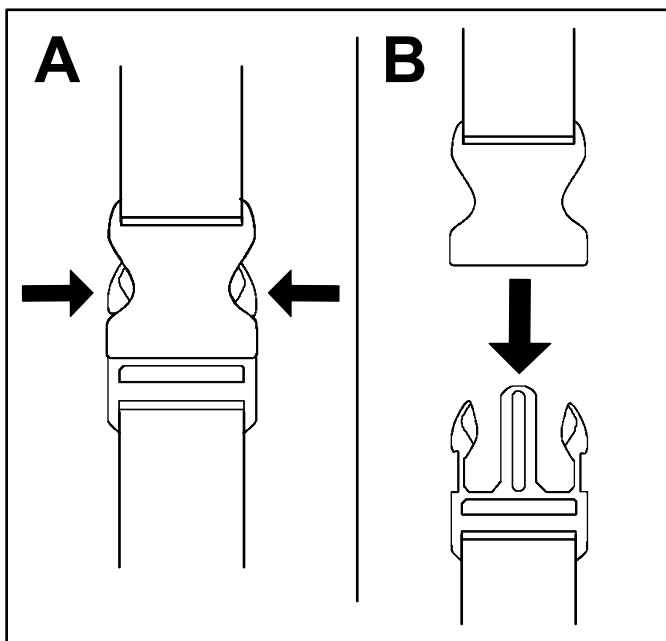

Figure 12
1. Appuyez de chaque côté de la boucle (A de Figure 12).
2. La boucle va se détacher toute seule (B de Figure 12).